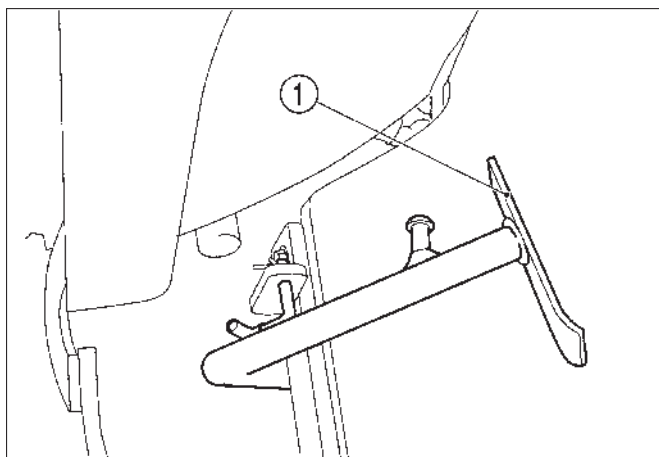

Fig. 17
FIG. 17: La pédale (1) débraye la transmission quand elle est complètement enfoncée, ce qui permet de démarrer le moteur, de changer les rapports et d'arrêter le déplacement du tracteur. Pour engager la prise de force et la traction à quatre roues (si elle est prévue), il faut aussi débrayer. Relâchez lentement la pédale pour embrayer et transmettre la puissance à la transmission et à la prise de force.